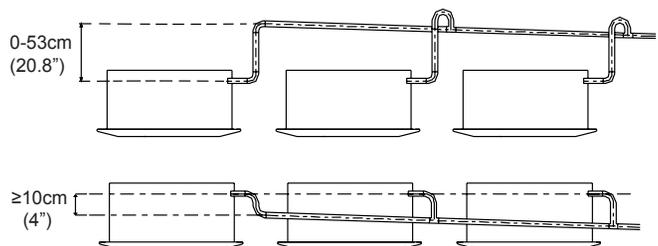

Fig. 6.4
**NOTA:** La conectarea mai multor drenuri de scurgere, montati tevile asa cum se arata in Fig 6.4.